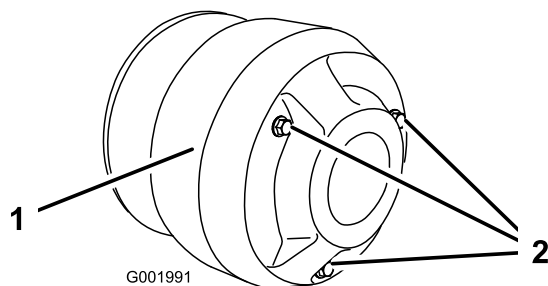

図 54
4. クラッチ・カバーのボルト（3本）を外してカバーを取る（図 54）。